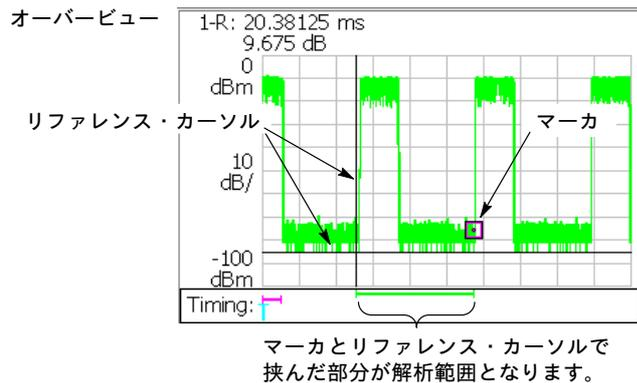

図 3-40 : マーカとリファレンス・カーソルを使用した解析範囲設定
5. **Reference Cursor to Marker X** サイド・キーを押し、マーカ位置にリファレンスカーソルを表示します (図 3-40 参照)。